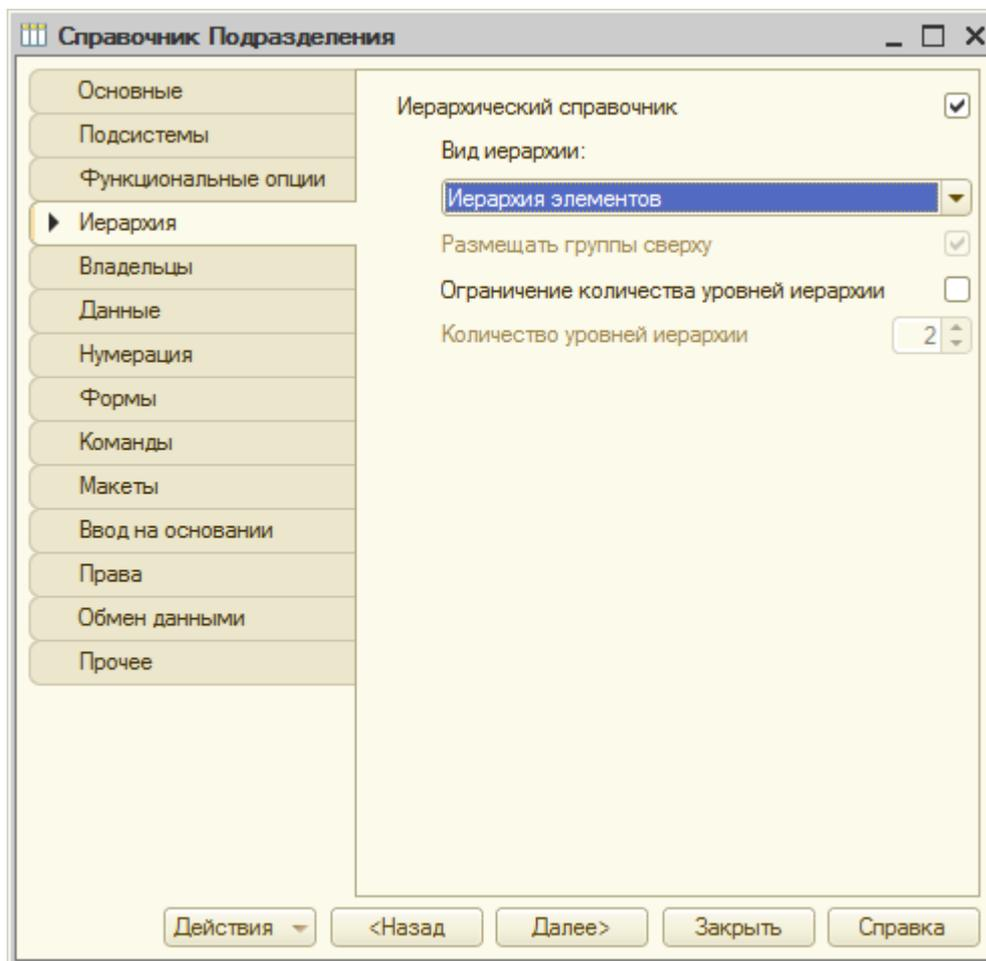

Рисунок 10.1- Настройка иерархии справочника Подразделения
1. Добавим в нашу конфигурацию еще один справочник. Дадим ему имя **Подразделения**, добавим в состав подсистем **БухгалтерскийУчет**, **УчетРаботыМастеров** и **РасчетЗаработнойПлаты**. Увеличим длину наименования на закладке **Данные** до 100 символов. Сделаем справочник иерархическим – на закладке **Иерархия** установим флаг **Иерархический справочник**, параметр **Вид иерархии** установим в значение **Иерархия элементов**, Рисунок 10.1.